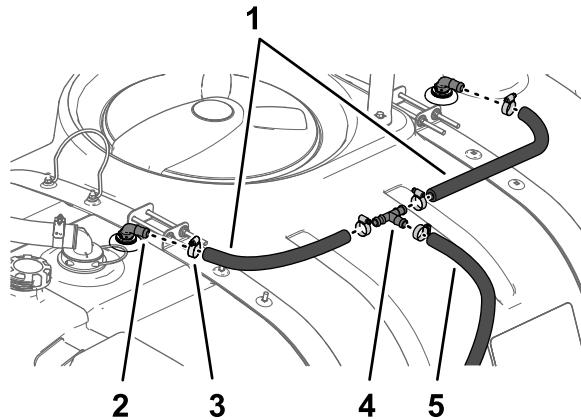

图27
1. 将2个软管1.9 x 61cm和2个软管夹分别安装到冲洗喷嘴组件的两个90°接头上然后用手紧固夹具图27。
2. 如图27所示用2个软管夹将软管1.9 x 61cm的另一端松松地安装到T形接头上。
3. 如图27所示将软管1.9 x 180cm和软管夹安装到T形接头上。